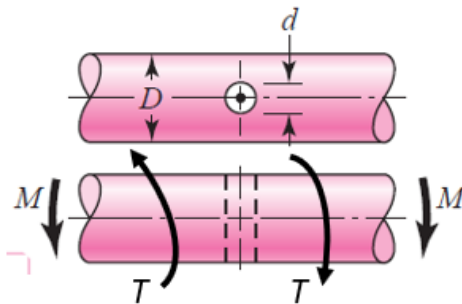

Figure 1: Pièce cylindrique contenant un trou transversal
Vous devez vérifier le facteur de sécurité d'une pièce cylindrique contenant un trou à travers son diamètre (voir Figure 1). La pièce est faite d'acier 1080 roulé à chaud. Son diamètre (D) est de 40 mm et le trou a un diamètre de 4 mm (d). Le chargement appliqué comprend un moment de flexion de **600 Nm (M)** et un moment de torsion de **400 Nm (T)**. Considérez que les chargements sont statiques et que **les déformations plastiques sont inadmissibles**.